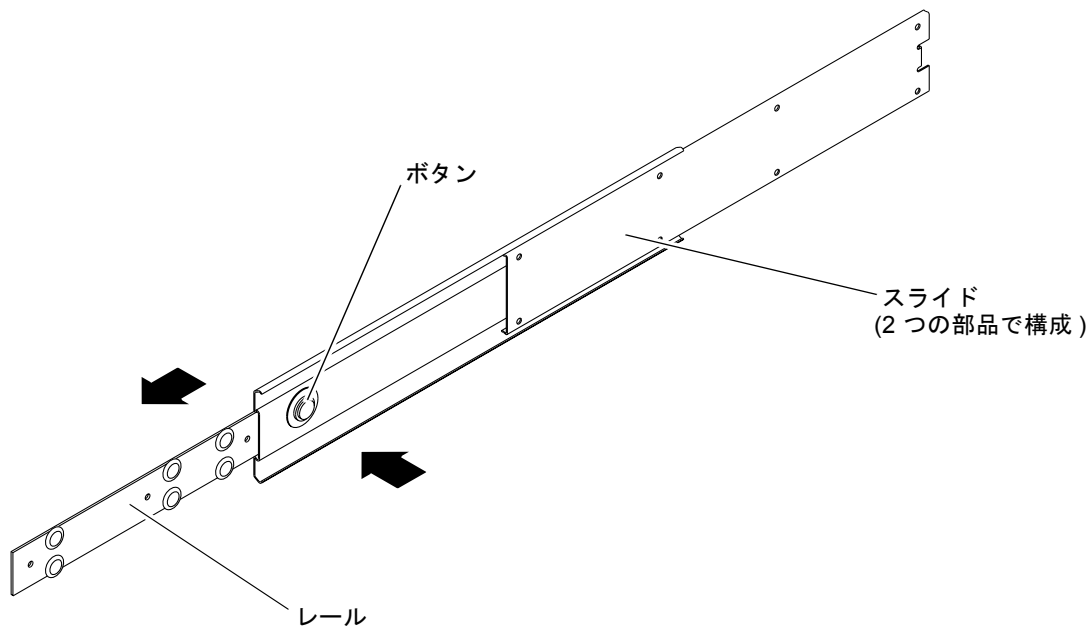

図 3-8 スライドの分解
4. 各スライドのボタンを押して、スライドからレールを完全に引き出します (図 3-8 を参照)。